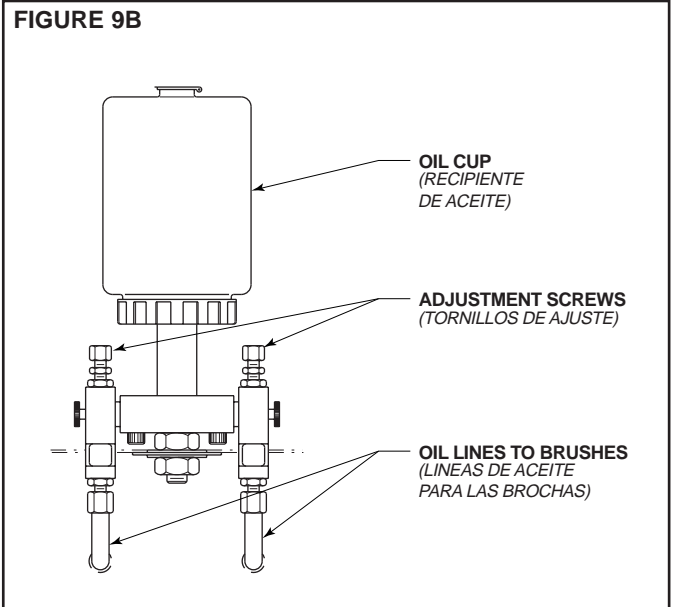

FIGURE 9C
14. . . Check proximity switch clearance at each internal safety switch (Figure 9C). Adjust if necessary.
14. . . Revise el espacio libre del interruptor de proximidad en cada terminal de seguridad (Fig 9C). Ajuste si es necesario.